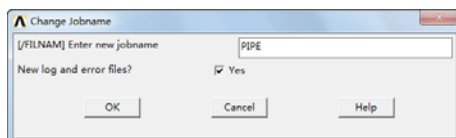

图 8-2 “Change Jobname”对话框
①定义工作文件名：依次选择 Utility Menu→File→Change Jobname，会出现“Change Jobname”对话框，在对话框中输入工作文件名 PIPE，并将“NEW log and error files”设置为“Yes”，如图 8-2 所示，单击“OK”按钮关闭对话框。